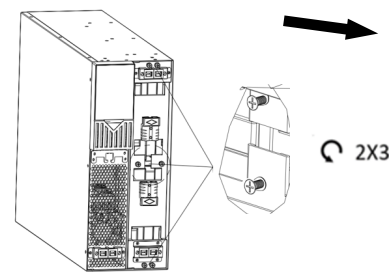

Figure 11
2. Dévissez et enlevez le support de retenue de la batterie à l'aide d'un tournevis cruciforme. (FIG. 11)